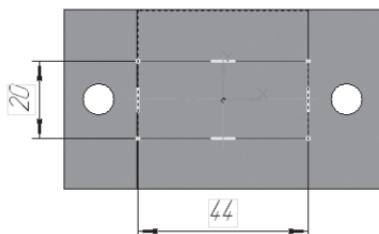

Рис. 199
- – **Прямоугольник по центру и вершине**. Укажите начало координат, на панели **Свойства** выберите команду **С осями** и постройте прямоугольник высотой 20 мм и шириной 44 мм (рис. 199);